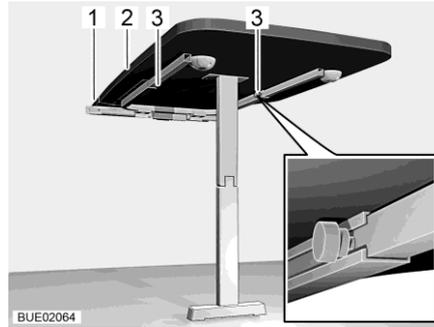

Fig. 133 Tavolo sospeso con supporto snodabile
- Svitare le due viti a testa cilindrica zigrinata (Fig. 133,3).
- Sollevare leggermente il piano del tavolo (Fig. 133,2) sul davanti ed estrarlo fino all'arresto. La prolunga del tavolo è ora completamente estratta.
- Inserire la prolunga del piano del tavolo (Fig. 133,1) nella prolunga del tavolo.
- Sollevare leggermente il piano del tavolo (Fig. 133,2) dal davanti ed estrarlo.
- Rimuovere la prolunga del piano del tavolo (Fig. 133,1) e stivarla in modo sicuro.